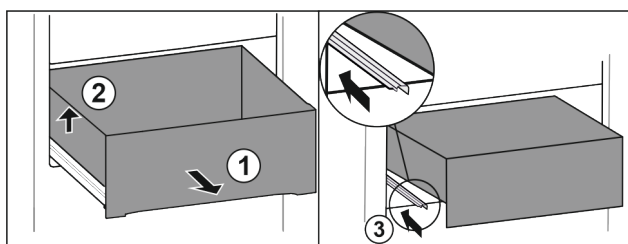

Fig. 62
- ▶ Izvadite ladicu do graničnika. Fig. 62 (1)
- ▶ Podignite ladicu lijevo. Fig. 62 (2)
- ▶ Gurnite lijevu vodilicu. Fig. 62 (3)